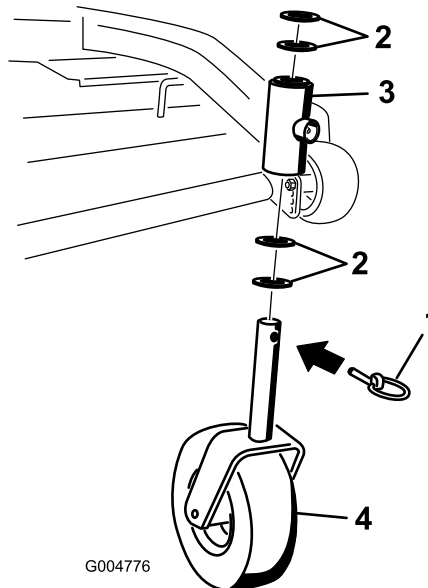

Figure 44
2. Enlevez la goupille de sécurité et la ou les entretoise(s) du haut de la chape de la roue pivotante (Figure 44).
- Vérifiez l'usure de la chape de la roue pivotante et remplacez-la au besoin (Figure 44).
- Replacez la ou les entretoise(s) sur la chape et fixez-les avec la bague de retenue (Figure 44).